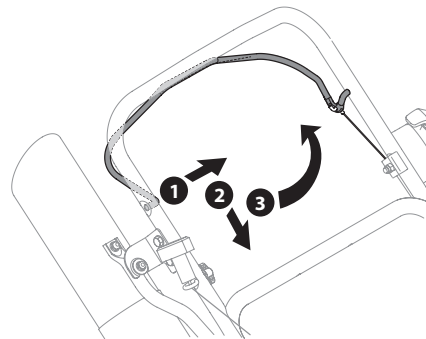

Figura 19
1. Empuje el lado derecho del control hacia afuera del orificio del lado derecho en la manija superior. Vea 1 en la Figura 19.
2. Gire el control hacia abajo, hacia la manija inferior. Vea 2 en la Figura 19.
3. Gire hacia arriba para retirarlo del orificio izquierdo de la manija superior. Vea la 3 en la Figura 19.